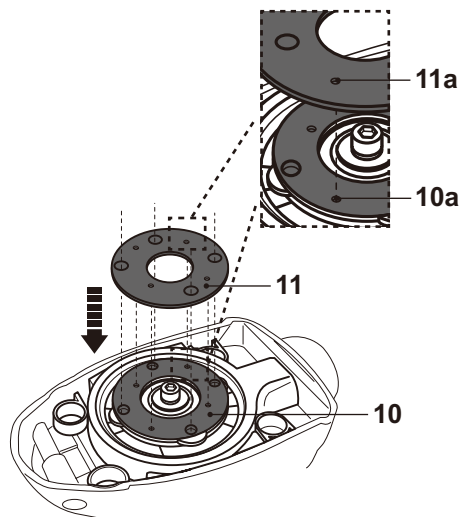

Fig. 2
- > Vuelva a colocar/ajustar la brida de apoyo (11) y el disco motriz (10) si fuera necesario. Alinee los pines (11a) con las muescas (10 a) y coloque la brida de apoyo (11) en el disco motriz (10) (Fig. 2). Asegúrese de que los pines están correctamente encajados en las muescas.
- > Asegúrese de que la brida de apoyo (11) y el disco motriz (10) están en la posición correcta.